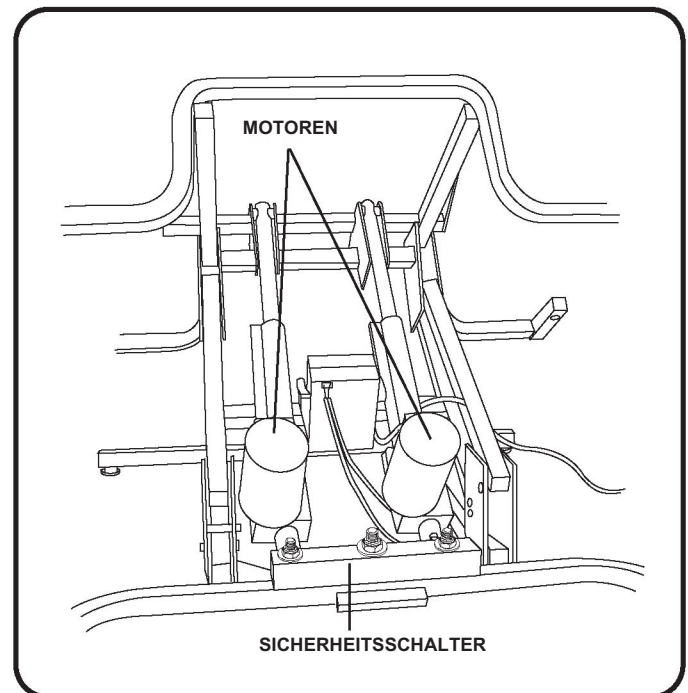

Abbildung 6.3 Synchronisierte Motoren (Timing korrigiert)
3. Drücken Sie den Handschalter in die UP-Position, bis Ihr Aufstehsessel die volle Hubposition erreicht hat. Dadurch wird die Motorposition zurückgesetzt und das Timing korrigiert (**Abb. 6.3**).